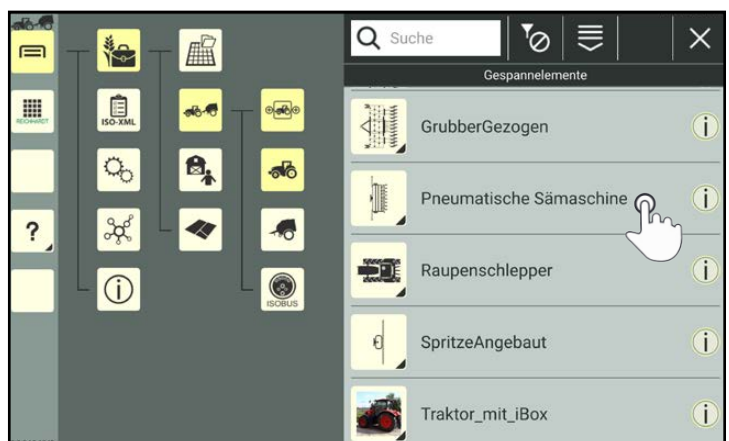

Abb. 314: Gespannelement auswählen
3. Wählen Sie über die eingeblendete Maschinenliste durch Antippen das gewünschte Gespannelement aus (siehe Abb. 314).